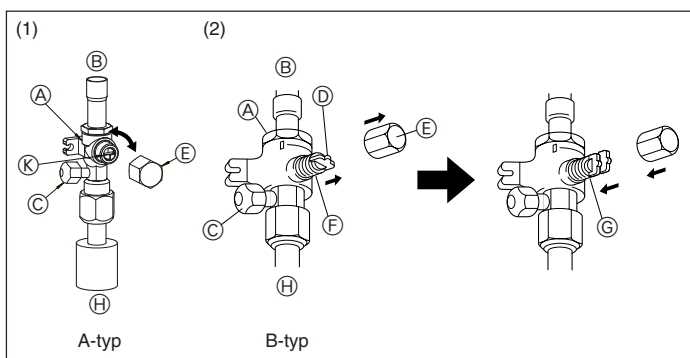

Fig. 4-6
- (1) A-typ (Fig. 4-6)
- ① Ta av locket och vrid den sedan ett kvarts varv moturs med en flat skruvmejsel för att öppna den.
- ② Kontrollera att ventilerna är helt öppna, och sätt sedan tillbaka locket och skruva fast det igen.
- (2) B-typ (Fig. 4-6)
- ① Ta bort locket, dra handtaget mot dig och vrid moturs 1/4 varv för att öppna.
- ② Kontrollera att stoppventilen är helt öppen, tryck in handtaget och skruva på locket igen.